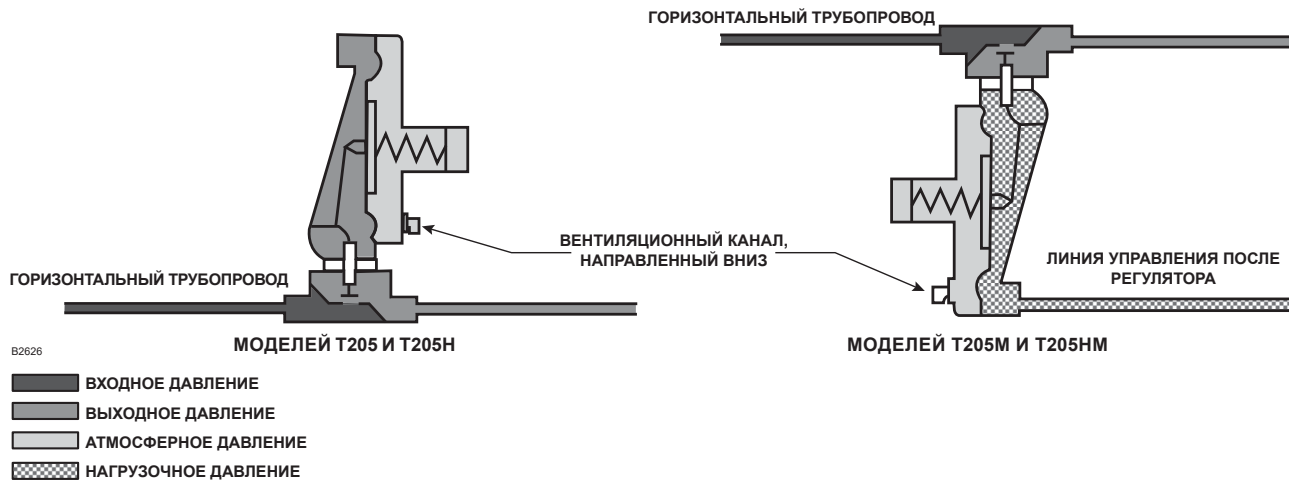

Рис. 4. Схема дренажирования кожуха привода для Серии T205
2. Регулятор может быть установлен в любом положении, при условии что направление потока газа через регулятор совпадает с направлением, указанным стрелкой на корпусе регулятора. При использовании регуляторов Серия T205, для их правильной работы и для достижения заявленных пропускных способностей при низком заданном значении, цилиндр кожуха пружины при установке должен быть направлен вниз, как показано на рис. 1. Чтобы обеспечить полный слив корпуса, регулятор следует устанавливать в соответствии с рис. 4. Если во время обследования или технического обслуживания регулятора система должна продолжать работу, необходимо установить трехклапанный байпас вокруг регулятора.